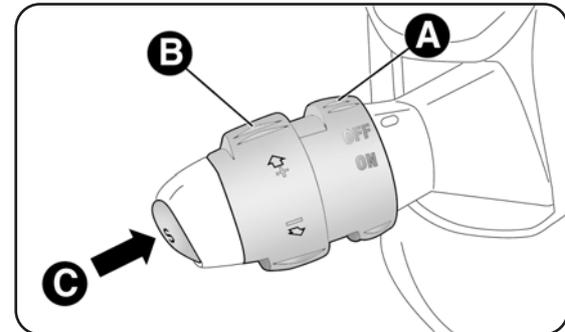

fig. 31
Ruotare la ghiera A-fig. 31 in posizione ON. Il dispositivo deve essere inserito solo con marce uguali o superiori alla 4^a.
- ruotare la ghiera A-fig. 31 su ON e premendo il pedale dell'acceleratore portare la vettura alla velocità desiderata;
- premere il pulsante C-fig. 31.
- ruotando momentaneamente la ghiera B-fig. 31 su (+). Ad ogni azionamento della ghiera corrisponde un aumento della velocità di circa 1 km/h, mentre, mantenendo la ghiera ruotata la velocità varia in modo continuo.
- mantenendo ruotata la ghiera B-fig. 31 su (-) fino al raggiungimento della nuova velocità che resterà automaticamente memorizzata.
Ruotare la ghiera A-fig. 31 su OFF o la chiave di avviamento in posizione STOP. Il dispositivo viene inoltre automaticamente disinserito in uno dei seguenti casi:
In caso di funzionamento difettoso od avaria del dispositivo, ruotare la ghiera A-fig. 31 su OFF e rivolgersi alla Rete Assistenziale Lancia dopo aver verificato l'integrità del fusibile di protezione.